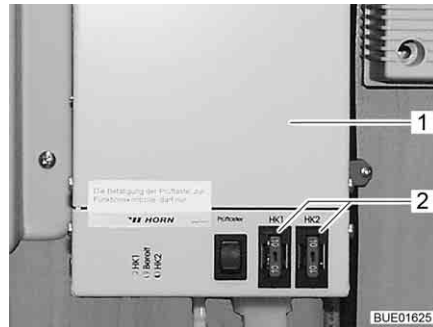

Bild 129 Regler Heizung für Abwasserleitungen
Die Sicherungen befinden sich auf dem Regler (Bild 129,1).
- Sicherung (Bild 129,2) wechseln.